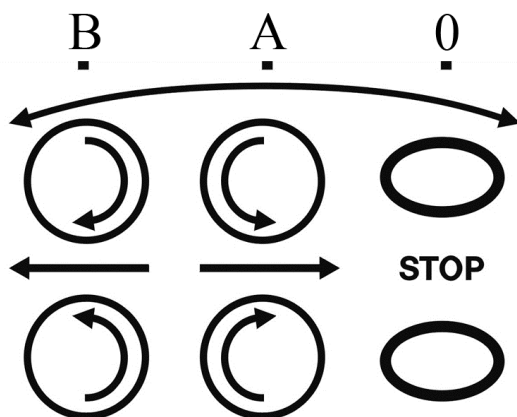

Abb. 11
Der Bedienungsbügel muss sich während des Start in der Stopposition (0) befinden (Abb. 11). Nach dem Start den Reset-Handgriff auslösen und den Bedienungsbügel in die mittlere Position (A) bringen und die Walzen drehen sich. Das Holz wird in die Maschine hinein gezogen.